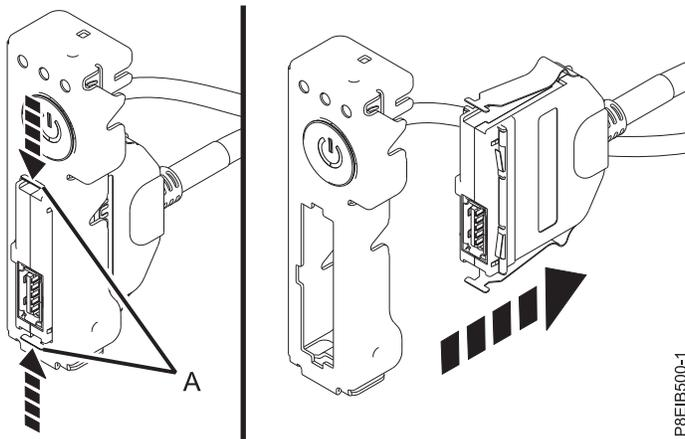

Figura 60. Extracción del cable USB frontal del interruptor de alimentación
10. Presionando los mecanismos de cierre del conector (A), desconecte el cable USB frontal del interruptor de alimentación. Consulte la Figura 60 en la página 60.